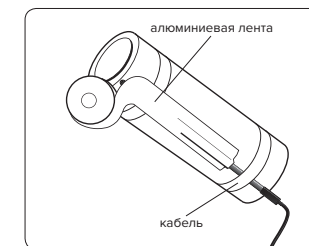

Рис. 3. Проклейка кабеля алюминиевой лентой для лучшего распределения тепла
- 2б. Для равномерного распределения тепла по трубе и повышения КПД нагревательной секции проклейте ее самоклеящейся алюминиевой лентой по всей длине (рис. 3).